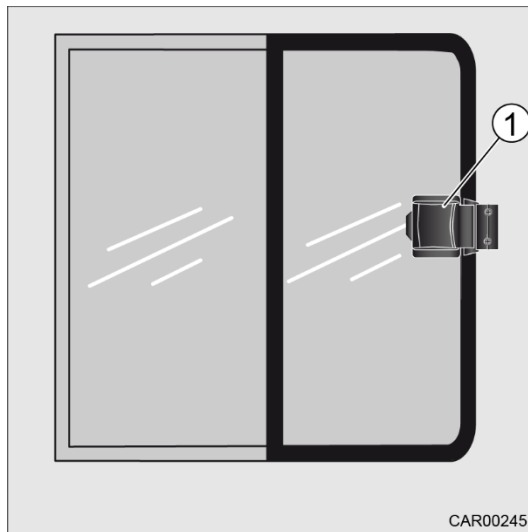
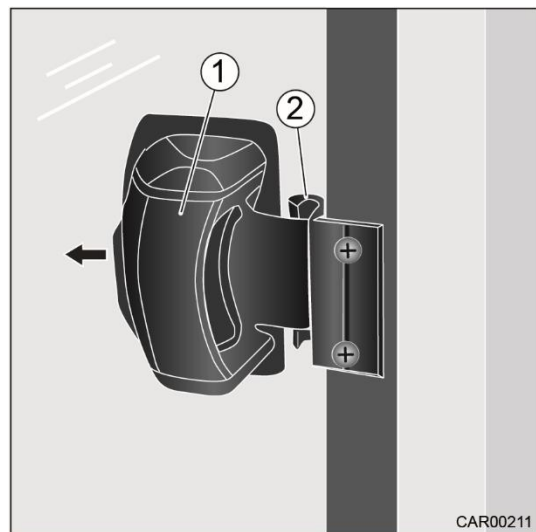

Fig. 48 Vitre cabine (côté passager)
Fig. 49 Verrouillage
1. Appuyer la poignée de verrouillage (Fig. 49/1) vers le milieu de la vitre. Le verrou sort de la fixation (Fig. 49/2).
2. Ouvrir la vitre à l'aide de la poignée (Fig. 48/1).
1. Fermer la vitre à l'aide de la poignée (Fig. 48/1) jusqu'à ce que le verrou soit au niveau de la fixation (Fig. 49/2).
2. Appuyer la poignée de verrouillage (Fig. 49/1) vers le milieu de la vitre et maintenir.
4. Relâcher la poignée de verrouillage (Fig. 49/1). Le verrou doit s'enclencher dans la fixation (Fig. 49/2).